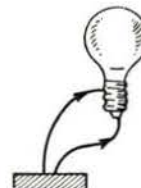

Bild 15
- Prüfung jeglicher Glühlampen (auch für 220 Volt), besonders solcher, die Milchglas besitzen, oder bei denen die Heizfäden in Ordnung sind. Hier bedeutet der Zeigerausschlag, daß die Glühlampe intakt ist (Bild 15).